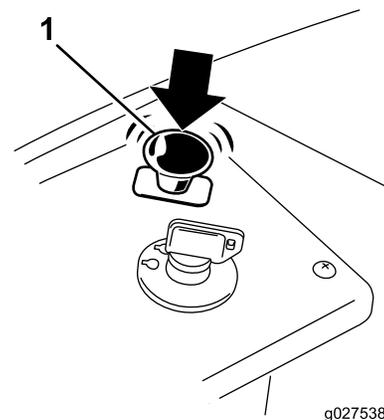

Bild 13
1. Stellen Sie den Zapfwellenantriebsschalter in die Aus-Stellung, um die Messer auszukuppeln (Bild 13).